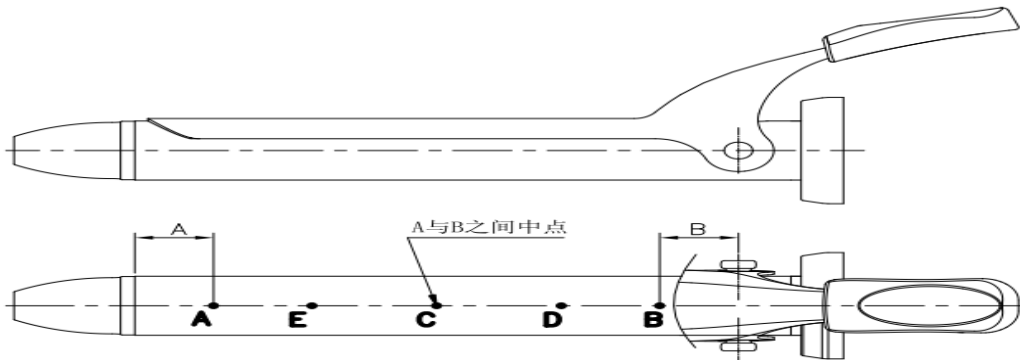

图5 卷发器温度测量点置
b) 卷发器温度测量点位置：A、B、C、D、E，其中C点温度作标称温度值，见图5。